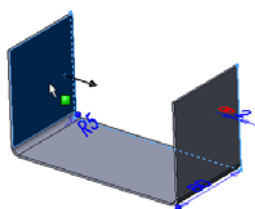

图 7-10 选择草图基准面
- (1) 单击“钣金”工具栏中的“基体法兰/薄片”按钮,或执行“插入”→“钣金”→“基体法兰”菜单命令。系统提示,要求绘制草图或者选择已绘制好的草图。
- (2) 单击鼠标左键,选择零件表面作为绘制草图基准面,如图7-10所示。